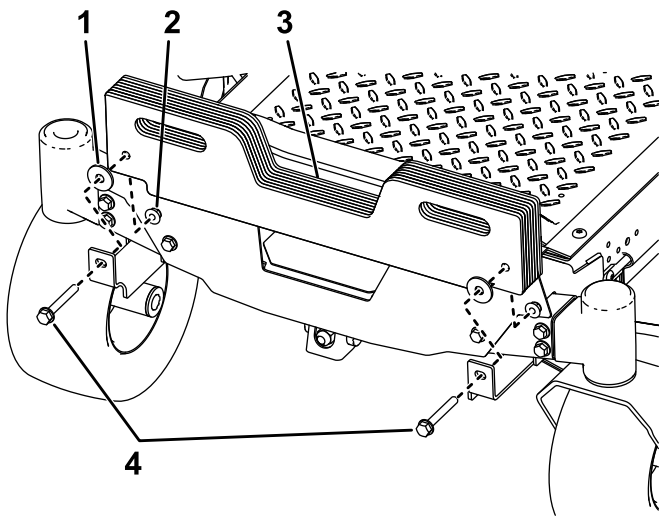

Figura 5
2. Instale os pesos em forma de mala nos suportes de montagem do peso utilizando dois parafusos de carroçaria ($\frac{5}{8}$ pol. x $2\frac{3}{4}$ pol.), duas anilhas e duas porcas de bloqueio ($\frac{3}{8}$ pol.) como se mostra na Figura 5.